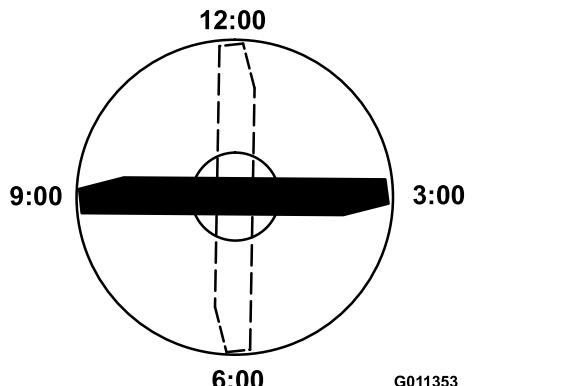

Figura 64
4. Posicione a extremidade de corte da extremidade marcada da lâmina nas 12 horas (a direito na direção do corte) (Figura 64) e meça a altura da mesa à extremidade de corte da lâmina.
5. Rode a extremidade marcada da lâmina para as posições das 3 horas e das 9 horas (Figura 64) e meça as alturas.